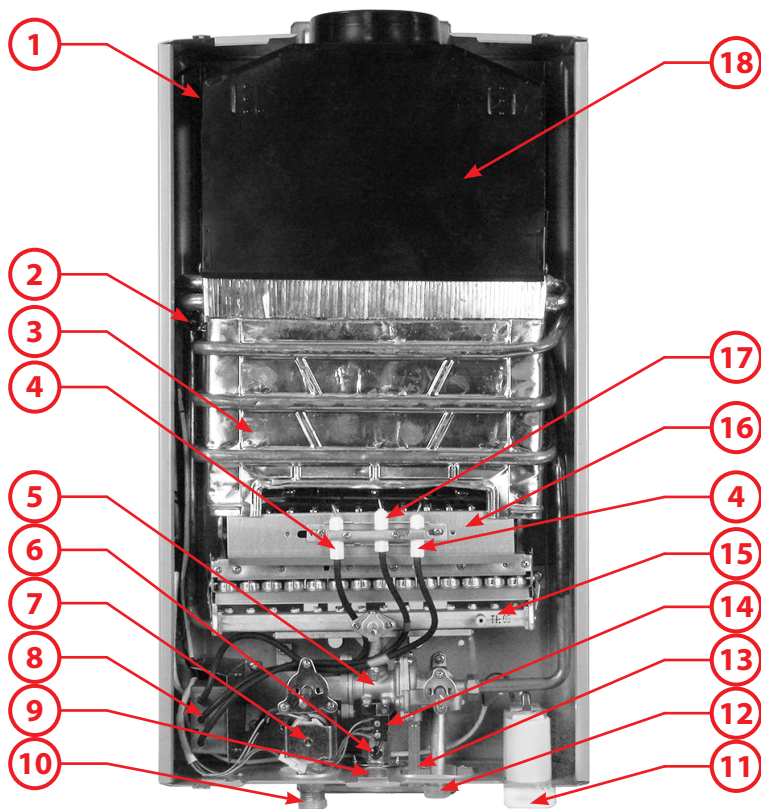

Рис. 2
4. Вывинтите клапан слива воды (пункт 13, рис. 2) и слейте всю воду из водонагревателя.
3. Откройте кран горячей воды и после поджига горелки проверьте пламя горелки через смотровое отверстие. Пламя должно быть равномерным (без рывков), голубого цвета и не должно иметь желтых язычков. Наличие желтых язычков в пламени указывает на то что газовой горелке с раскателем (пункт 16, рис. 2) необходима чистка и как можно быстрее.